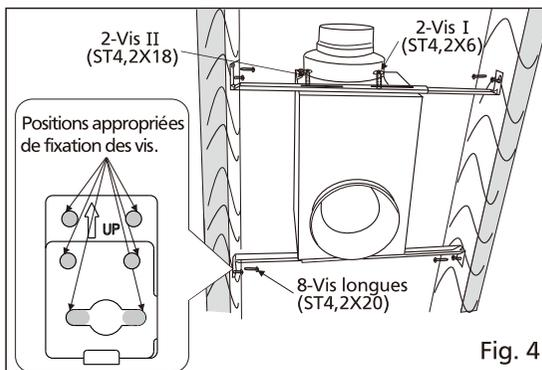

Fig. 4
5. Suspendez le boîtier du ventilateur aux quatre vis longues, ajustez les supports de suspension si nécessaire. Serrez ensuite les quatre vis longues. Fixez ensuite quatre autres vis longues (ST4,2X20) aux autres orifices. Assurez-vous que le boîtier du ventilateur est nivelé et perpendiculaire par rapport aux solives. (Voir Fig. 4)
6. Serrez les deux vis I (ST4,2X6) (Sauf lorsque l'espace est de 12 pouces entre les solives.) Et fixez les supports de suspension I et II au boîtier du ventilateur avec les vis II (ST4,2X18). (Voir Fig. 4)